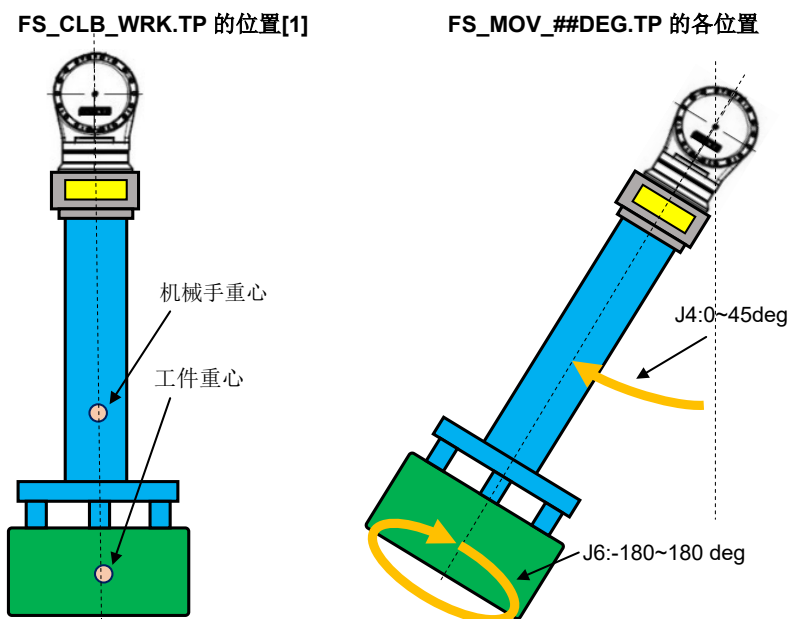

图 3.2.2(b) 在夹持工件的状态下获取力觉数据
- (1) 请获取机械手与工件的准确重量（单位：N）。请利用图纸值或利用秤等测量进行求出。
- (2) 将 TP 示例程序"FS_CLB_HND.TP"复制到新程序（例."FS_CLB_HND1.TP"）中。
- (3) 打开 TP 程序"FS_CLB_HND1.TP"，将命令"CALL FSSETHAND(#)"的自变量"#"更改为仅机械手的重量。（单位：N）
- (4) 执行 TP 程序"FS_CLB_HND1.TP"，然后在未夹持工件的状态下移动机器人。（图 3.2.2(a)）
- (7) 用机械手夹持工件样品，在机器人移动到"FS_CLB_WRK1.TP"内的位置[1]时，确认其重心位于力觉传感器中心轴的正下方。(图 3.2.2(b))
- (8) 执行 FS_CLB_WRK1.TP 并调用"FS_MOV_##DEG.TP"(## = 5,15,30,45)与"FS_GET_F.TP"，然后在 J4=0~45deg、J6=-180~180deg 之间缓慢移动机器人以获取力觉数据。(图 3.2.2(b))